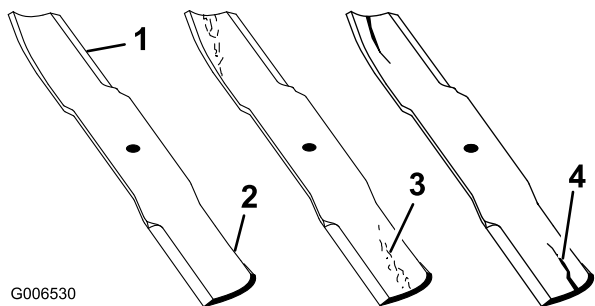
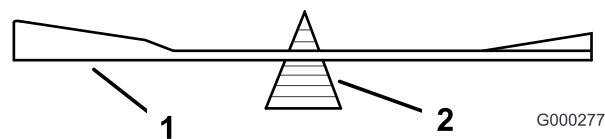

Figura 47
Figura 51
1. Inspeccione los filos de corte (Figura 47). Si los bordes no están afilados o tienen muescas, retire las cuchillas y afílelas. Consulte Afilado de las cuchillas.
2. Inspeccione las cuchillas, especialmente la parte curva (Figura 47). Si observa fisuras, desgaste o la formación
de una ranura en esta zona (elemento 3. en la Figura 47), instale de inmediato una cuchilla nueva.
2. Verifique el equilibrio de la cuchilla colocándola sobre un equilibrador de cuchillas (Figura 51). Si la cuchilla se mantiene horizontal, está equilibrada y puede utilizarse. Si la cuchilla no está equilibrada, rebaje algo del metal en la parte de la vela solamente (Figura 47). Repita este procedimiento hasta que la cuchilla esté equilibrada.